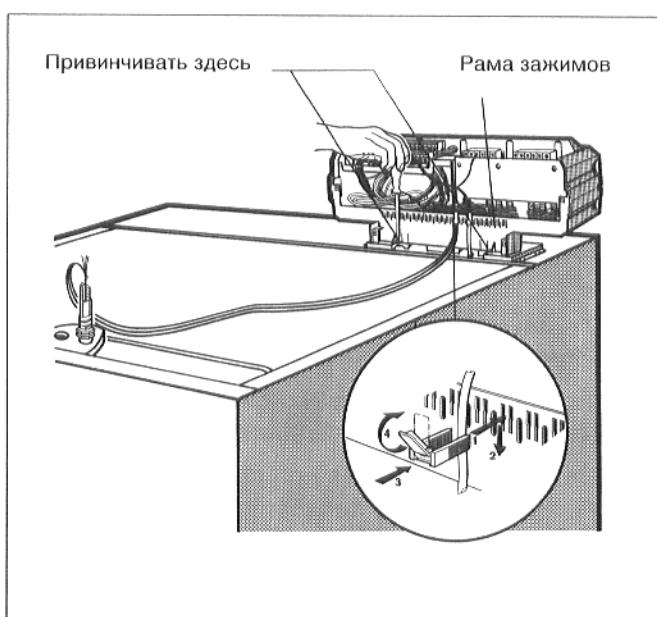

Рис. 53
- Прикрепить цоколь регулятора в кабельном вводе двумя винтами для листового металла, слева и справа на переходной жестя (рис. 53).